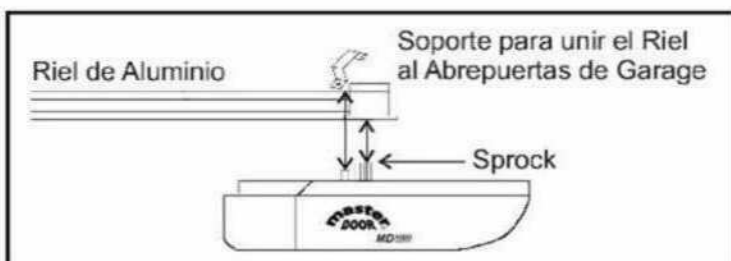
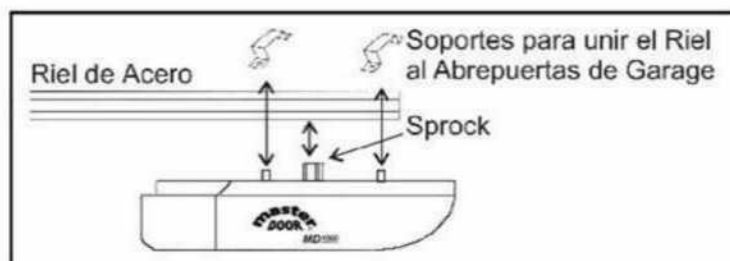

Fig.6
Fig.7
- Coloque el Riel sobre el Abrepuertas y asegúrese de insertar el engrane del Abrepuertas con el Sprock (Catarina) del Riel de Aluminio ó Acero. Después fije los Soportes, según sea el caso. (Fig.6) y (Fig.7).